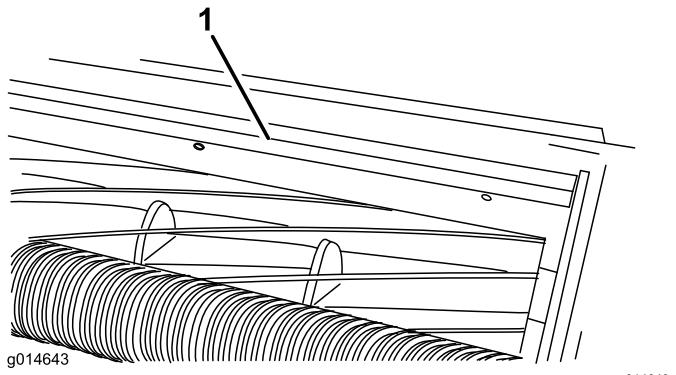

Bild 9
1. Lockern Sie die Schrauben, mit denen die obere Leiste an der Schneideeinheit befestigt ist (Bild 9).